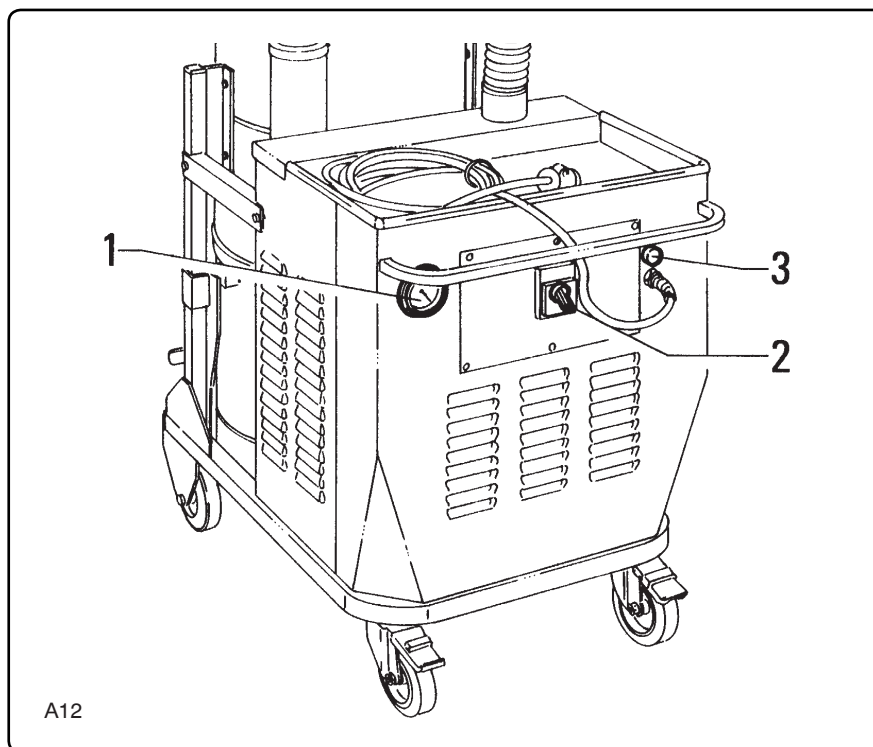

Fig. 4.1.1
4.1 - Elenco comandi ed indicatori (fig. 4.1.1)
4.1 - *List of controls and indicators (fig. 4.1.1)*
4.1 - Liste des commandes et des indicateurs (fig. 4.1.1)
4.1 - *Liste der Stellteile und Kontrollanzeigen (Abb. 4.1.1)*